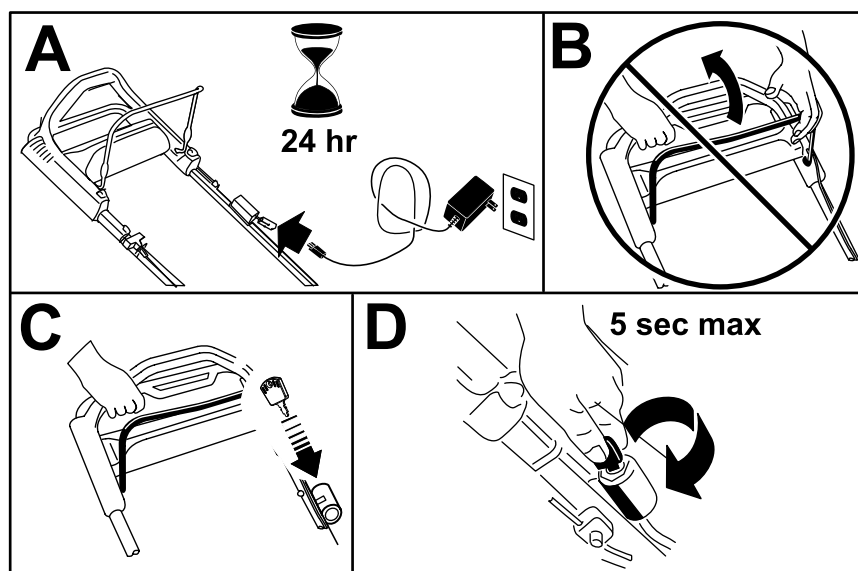

Figure 15
1. Chargez la batterie pendant 24 heures avant d'utiliser la machine pour la première fois (A de Figure 15).
Important: N'essayez pas de démarrer le moteur si la barre de commande des lames est engagée au risque de faire griller le fusible (B de Figure 15).
2. Introduisez la clé dans le commutateur d'allumage (C de Figure 15).
3. Tournez la clé de contact et maintenez-la à la position de démarrage, puis relâchez-la (D de Figure 15).